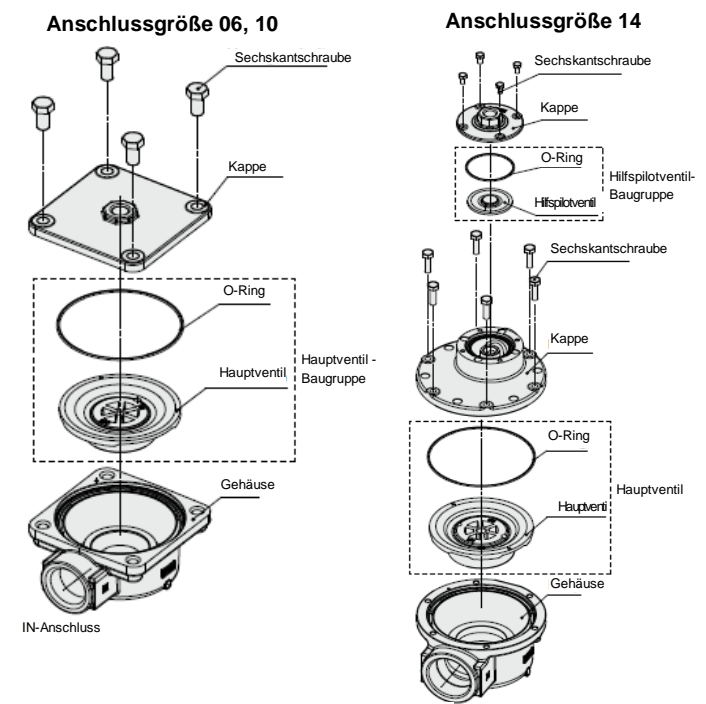

Abb. 2 IN-Anschluss
- Die Sechskantschrauben lösen und den Federdom, den O-Ring und das Hauptventil (Hilfspilotventil) entfernen. Siehe Abb. 2
- Montieren Sie die Kappe am Gehäuse (siehe Abb.2).